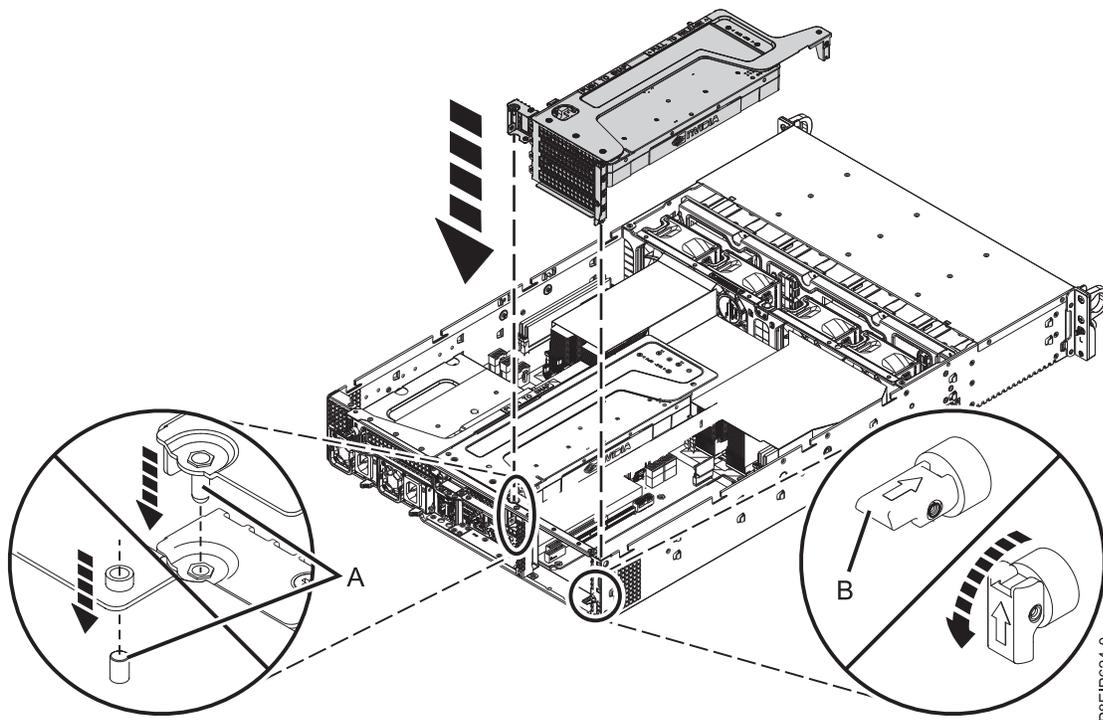

図 65. PCIe アダプター・ライザーの挿入
- j. PCIe ライザーを挿入します (97 ページの図 65 を参照)。
- 1) 保持ピン (B) を引っ込めて、矢印がシステムを指すようにします。
- 2) ライザーが正しく挿入されるように、スロットと位置合わせピン (A) を使用して、ライザーを挿入します。ライザーをシステム・バックプレーンにしっかり押し込みます。
- 3) 保持ピン (B) をセットして、ライザーを固定します。